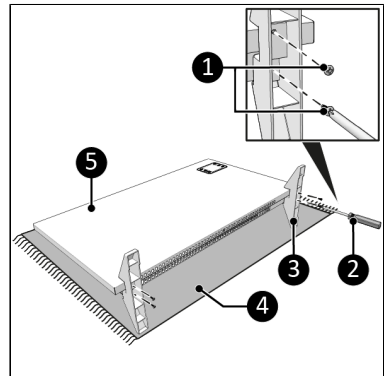

Abbildung 41.
che Oberfläche (Abbildung 41, Pos. 4).
(Abbildung 41, Pos. 3) an beide Seiten des
Hauptkörpers (Abbildung 41, Pos. 5).
kleinen Schraube (Abbildung 41, pos. 1)
(Abbildung 41, pos. 2) und ziehen Sie sie